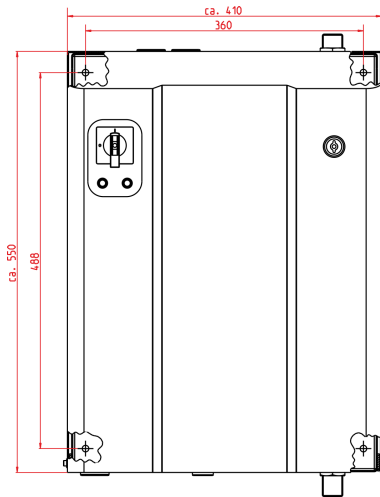

Abb. 1: Wandmontage: Lub-O-Mat Eco
2. ➔ Mit einem Gliedermaßstab die in Abb. 1 angegebenen Abmessungen für die Bohrlöcher ausmessen.